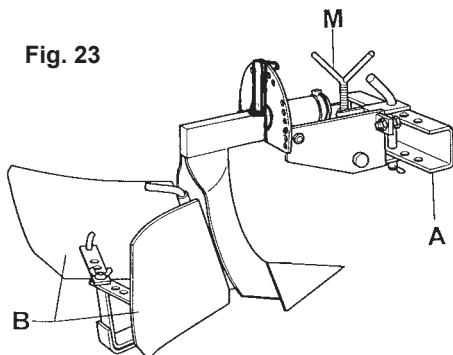

Fig. 23
O abre-regos registrável para motocultivadores (Fig. 23) é um acessório projectado especialmente para executar sulcos de sementeira ou de irrigação. A possibilidade de poder variar a posição das duas asas (B) permite a regulação da largura do sulco de um mínimo de 10 até um máximo de 30 cm. A profundidade conseguível pode variar de 10 a 20 cm. A variação da inclinação obtém-se agindo sobre a alavanca anterior M (Fig. 23). No caso onde é preciso trabalhar com terrenos particularmente duros, é melhor executar antes uma operação de fresadura e após proceder com o abre-regos. As prestações conseguíveis podem aumentar se forem montadas rodas metálicas. Para compensar a diferença de diâmetro das duas rodas, o engate A da máquina é dissimétrico, portanto desenganchando-o do acessório e rodando-o de 180°, compensa-se a diferença dos dois tipos de rodas.